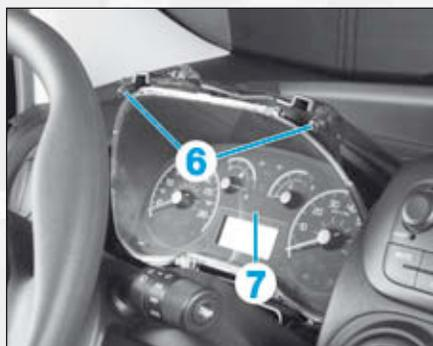

FIG.10
- Déposer les vis (6) (Fig.10).
- Déposer le combiné (7).